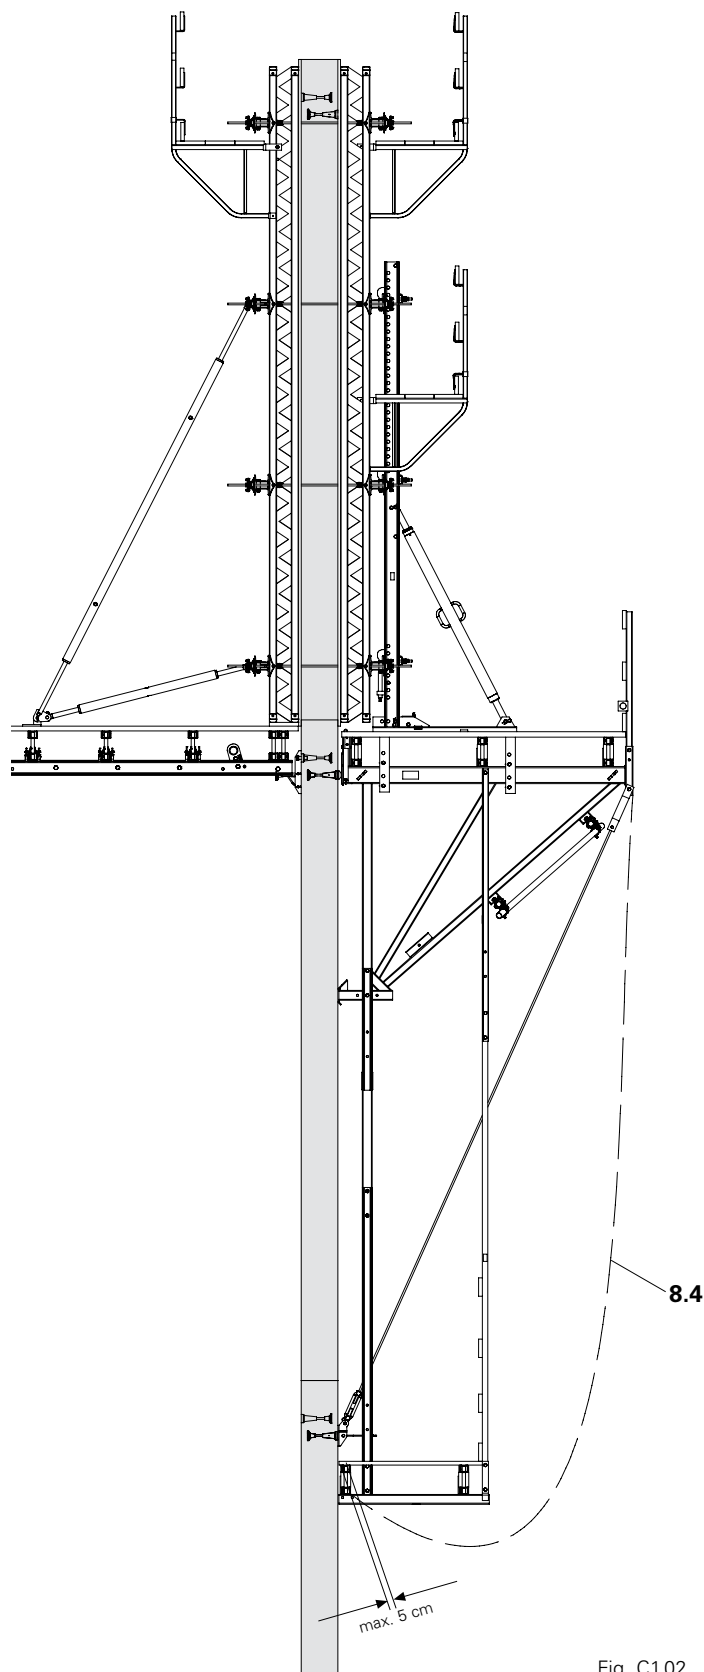

Fig. C1.02
- Per consentire un impiego sicuro degli ancoraggi, predisporre passerelle complementari. (Fig. C1.02)